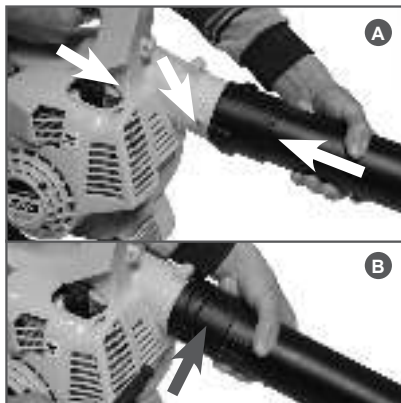

Рис. 4 Установка напорной трубы
- б) Совместите выступ на корпусе устройства со специальным пазом на напорной трубе и, прилагая небольшое усилие, соедините трубу с воздуходувкой (Рис. 4А). Поверните трубу против часовой стрелки, совместите отверстие в трубе с резьбовым отверстием на корпусе воздуходувки. Зафиксируйте напорную трубу винтом (Рис. 4В).